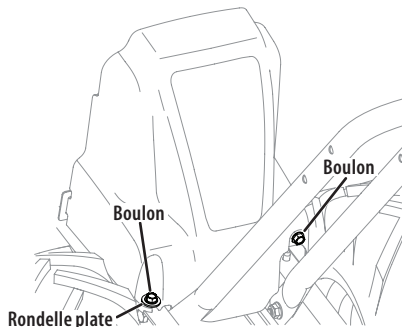

Figure 23
3. Retirez le boulon (1/4-20 x 0,500) et la rondelle plate (0,28 x 0,74 x 0,500) à gauche du couvercle de courroie (si présent) et le boulon (1/4-20 x 0,500) à droite du couvercle de courroie. Retirez le couvercle de courroie. Voir la Figure 23.